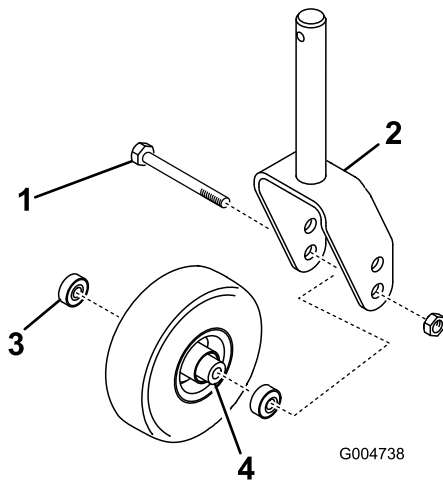
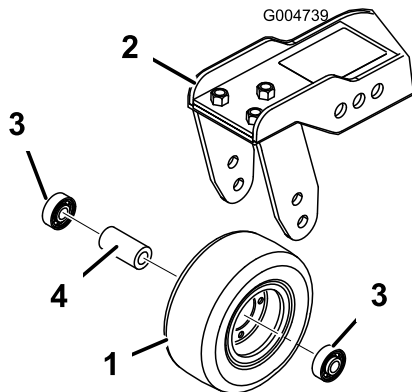

Figura 112
Figura 113
1. Togliete il dado di bloccaggio dal bullone che fissa il gruppo ruota orientabile alla forcella (Figura 112) o al braccio di rotazione (Figura 113).
- Togliete il cuscinetto dal mozzo della ruota e lasciate cadere il distanziale del cuscinetto (Figura 112 e Figura 113).